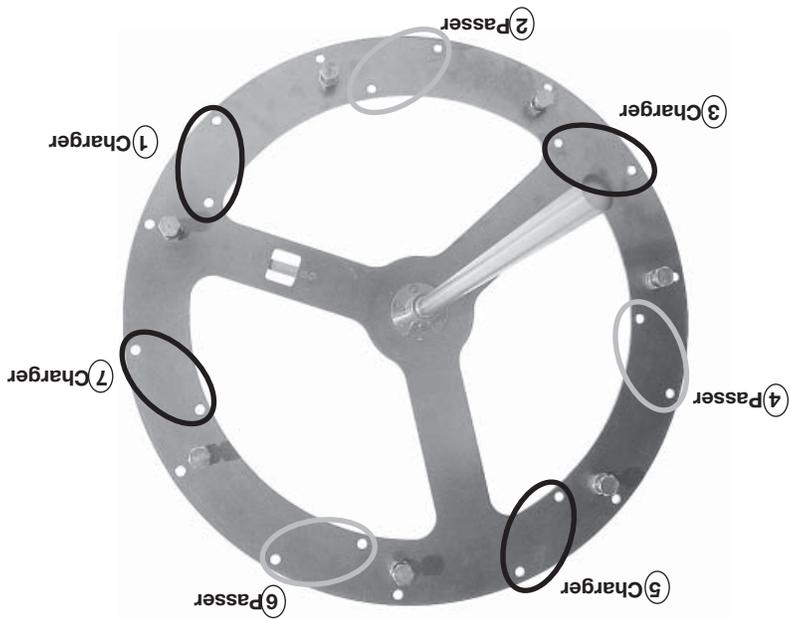

Figure 17
- Faites avancer le rotor au besoin à l'aide du bouton Rotation, chargez l'accessoire en position 1, passez la position 2, chargez la position 3, etc. (figure 17).